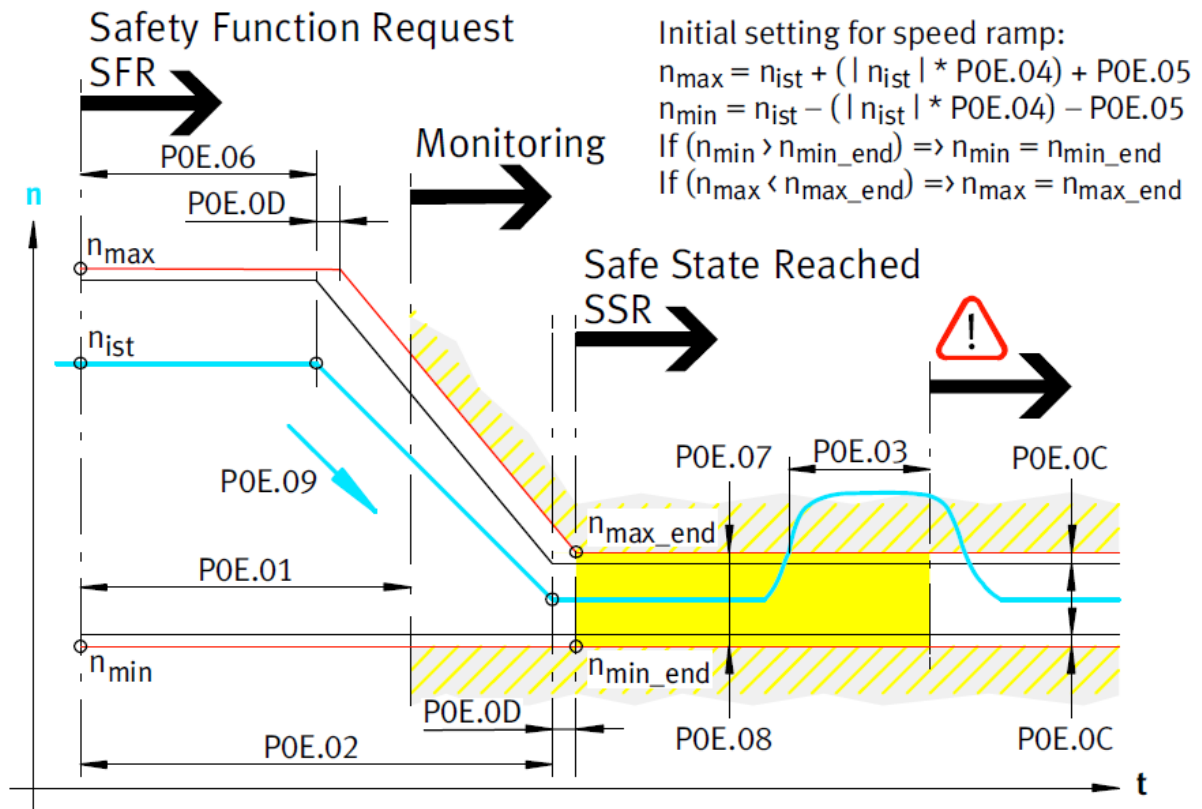

Abbildung 27: Ablaufdiagramm SSF0
Tabelle 57: Legende zu Abbildung 27
Die Sicherheitsfunktion SSF0 überwacht im stationären Zustand die Geschwindigkeit des Antriebs. Der erlaubte Geschwindigkeitskorridor wird durch die Parameter „Sichere Geschwindigkeit - obere Grenze“ (P0E.07/..., n_{max_end}) und „Sichere Geschwindigkeit - untere Grenze“ (P0E.08/..., n_{min_end}) definiert (→ Abbildung 27, rechter Teil).
- Die Lage des Start-Fensters wird in Relation zum gewünschten Geschwindigkeitskorridor gesetzt, die Startwerte werden gegebenenfalls so angepasst, dass sich ein trapezförmig verjüngender Geschwindigkeitskorridor ergibt (vgl. Abbildung 27).